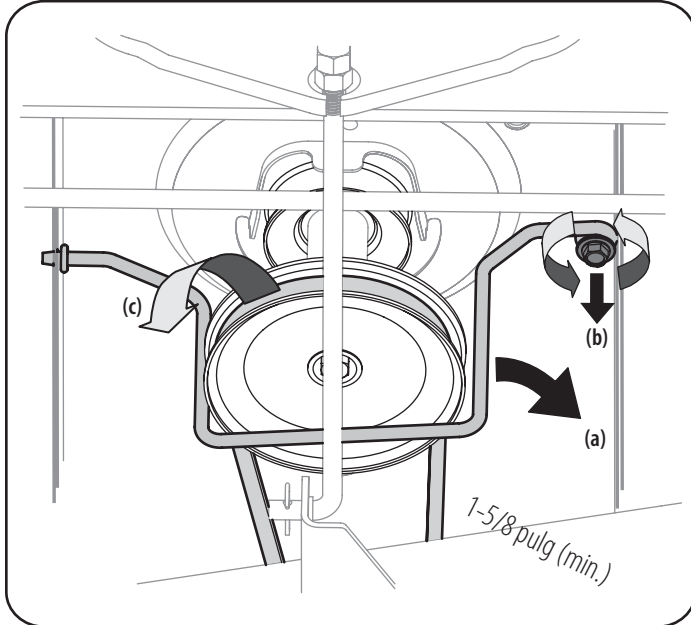

Figura 28
- Extraiga el pasador de chaveta curvo (a) que sujeta la varilla estabilizadora (b) a la plataforma. Deslice la varilla de elevación de la plataforma lejos de la soldadura de montaje de la plataforma como se ve en la Figura 28.